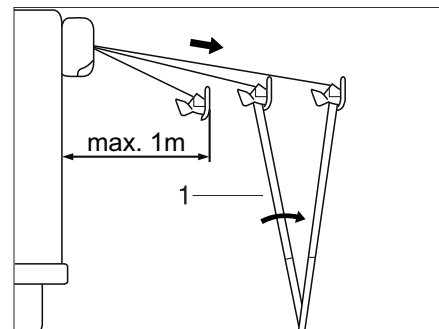

Fig. 40 Mettre en place le store extérieur
- Déployer les pieds d'appui (Fig. 40,1) et les poser sur le sol.